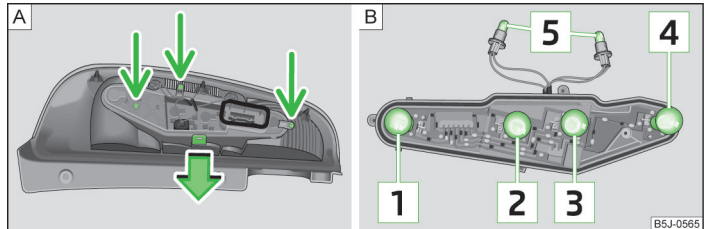

Abb. 165 Leuchtenmittellage ausbauen / Glühlampenordnung
Glühlampenordnung in der Rückleuchte » Abb. 165.
- › Um die Glühlampen zu erreichen, den Leuchtenmittelteil abschrauben und die Verrastung abdrücken » Abb. 165 - [A].
- › Die defekte Glühlampe [1], [2], [3] oder [4] » Abb. 165 aus der Fassung herausnehmen und eine neue Glühlampe einsetzen.